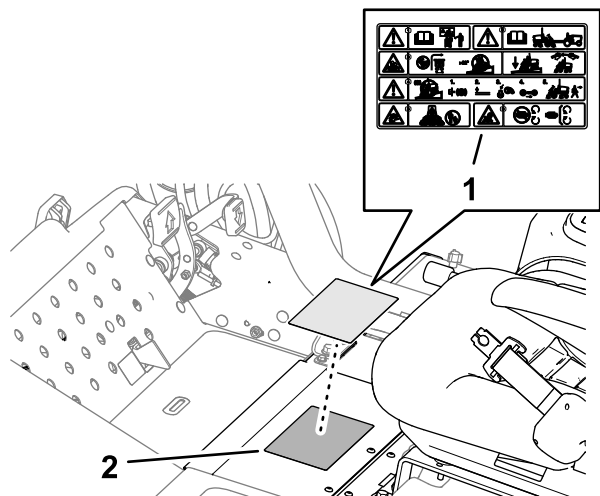

Figura 23
1. Limpie la pegatina de advertencia estándar con alcohol y deje que el bastidor se seque (Figura 23).
2. Retire el papel protector y aplique la pegatina de advertencia CE (Pieza N° 121-7928) sobre la pegatina de advertencia estándar, como se muestra en la Figura 23.